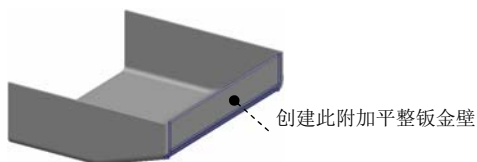
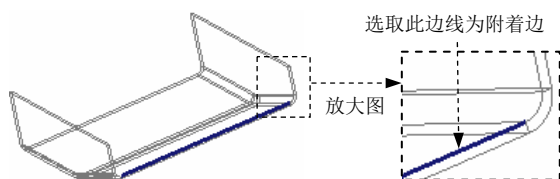

图 11.6.15 平整特征 1
图 11.6.16 定义附着边
(4) 输入钣金壁厚值 1，并按 Enter 键。
(5) 单击  按钮，完成转换钣金特征的创建。
Step6. 创建图 11.6.15 所示的附加钣金壁平整特征 1。
(1) 单击 **模型** 功能选项卡 **形状** 区域中的“平整”按钮 。
(2) 在系统  选择“一个边连到壁上”的提示下，选取图 11.6.16 所示的模型边线为附着边。
(3) 定义钣金壁的形状。
① 在操控板中选择 **用户定义** 选项，在  后的文本框中输入角度值 72.0，确认  按钮被按下，并在其后的文本框中输入折弯半径值 2.0，折弯半径所在侧为 。